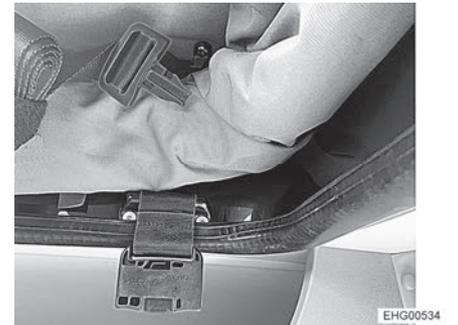

Fig. 56 Hebilla abierta
- Cerrar y apretar ambas hebillas (Fig. 56).